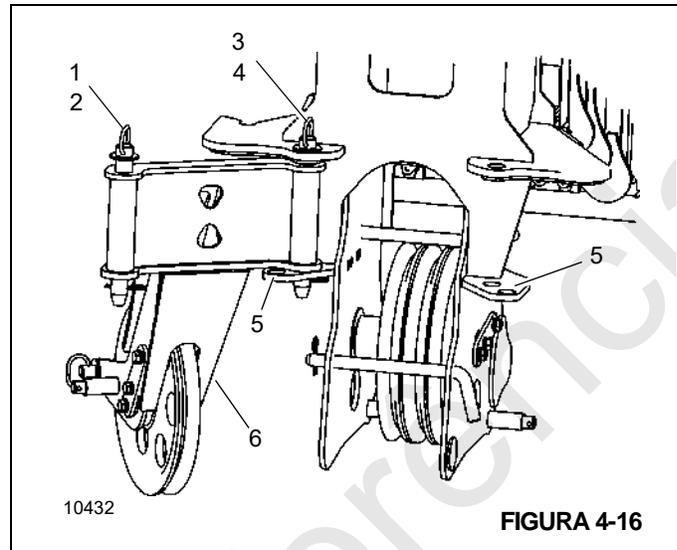

FIGURA 4-16
1. Remova o contrapino (2 ou 4, Figura 4-16) e o pino (1 ou 3) de um lado da extremidade da lança auxiliar (6).
2. Gire a extremidade da lança auxiliar para o lado. Figura 4-16 mostra a extremidade da lança auxiliar (6) movida para o lado direito.
3. Para manter temporariamente a extremidade da lança auxiliar na posição, insira o pino (1 ou 3) no orifício de retenção (5) no orifício do flange da extremidade da lança auxiliar.
5. Remova o pino (1 ou 3) do orifício de retenção (5).
6. Gire a extremidade da lança auxiliar (6) para a posição instalada.
7. Fixe a extremidade da lança auxiliar (6) à extremidade da lança com o pino (1 ou 3) e ao contrapino (2 ou 4).